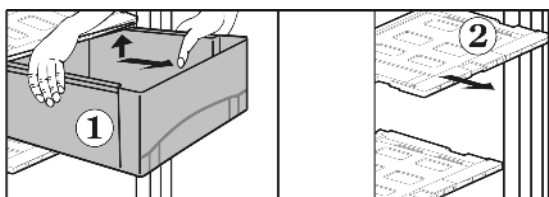

Fig. 11
- ▶ Sortir les tiroirs Fig. 11 (1) jusqu'à la butée.
- ▶ Une fois les tiroirs sortis, faire décliqeter le couvercle de tiroir Fig. 11 (2) avec régulateur d'humidité vers le haut et les enlever par devant.